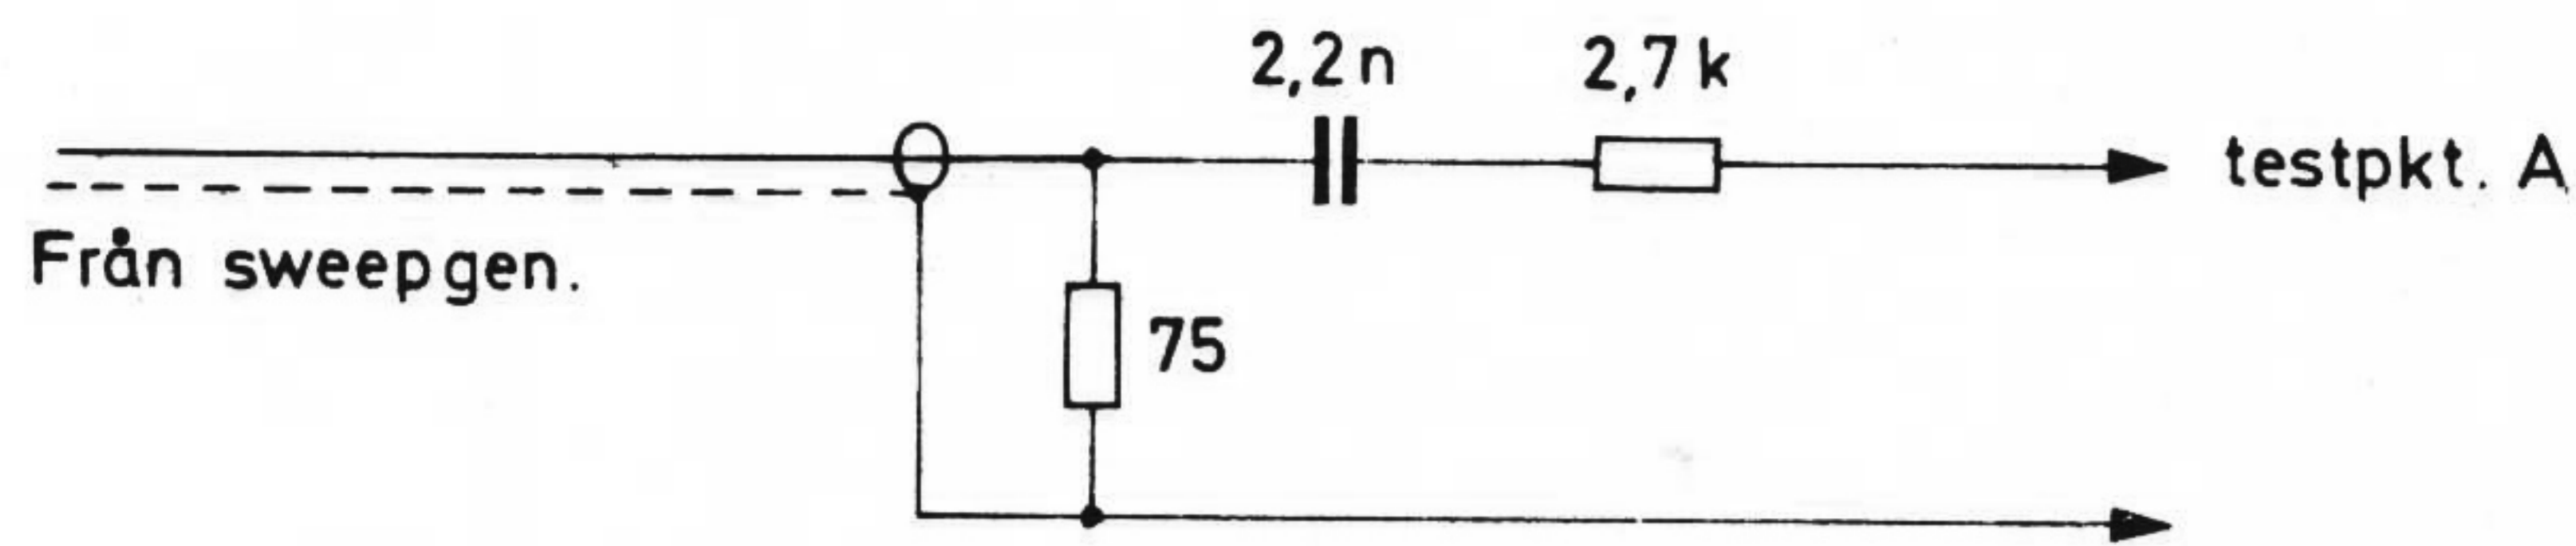

Fig. 4
2. Anslut en sweepgenerator för 10,7 MHz till testpkt A genom en anslutningsprobe enligt fig. 4